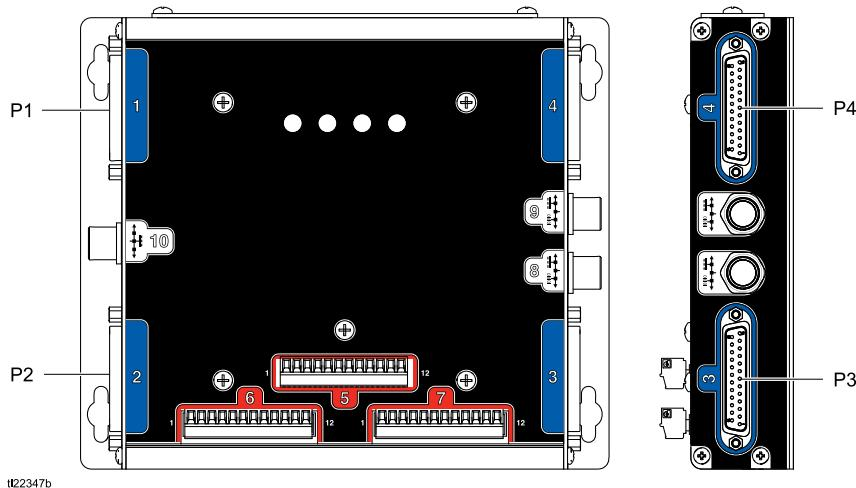

Figure 9 Points de branchement du module de commande de fluide amélioré
Assurez-vous que les câbles de 48 volts sont isolés du câblage basse tension. Tous les câbles de 48 VCC doivent utiliser le chemin de câbles de droite (X) dans le boîtier de commandes électriques. Utilisez l'œillet (Y) marqué à la figure 9 pour installer le câblage du kit d'extension de la pompe.